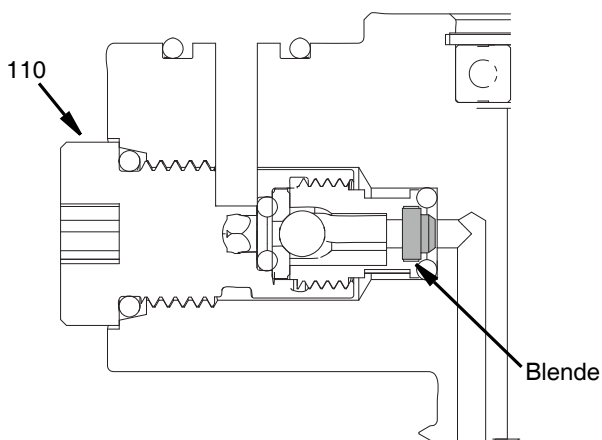

ABB. 11
1. Den Rückschlagventilkörper (110) mit einem 5-mm-Inbusschlüssel entfernen.
2. Die Blende in die Rückschlagventil-Düsenhalterung, einsetzen wie dargestellt in ABB. 11.